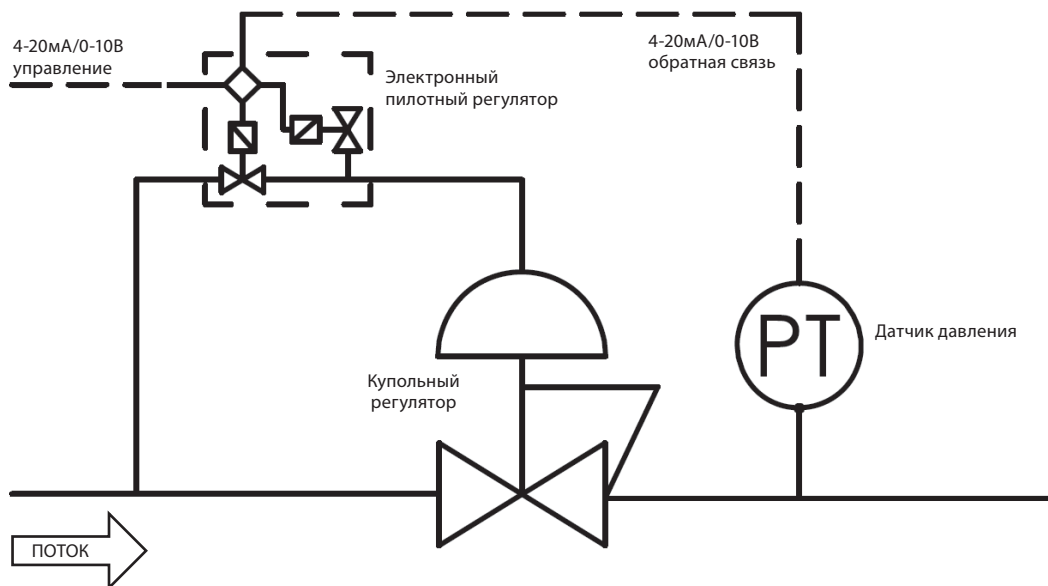

Рис. 6
- **Электронное управление.** В этом варианте электронный регулятор с «питанием» от системного давления, используется в сочетании с датчиком давления для непосредственного управления давлением в куполе (Рис. 6). Выходное давление главного регулятора ограничивается давлением на выходе электронного регулятора. Данная конфигурация не поставляется для жидких сред.